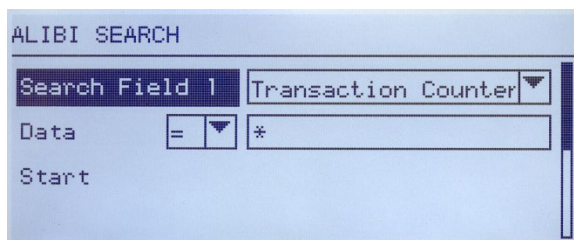

Figura C-1: Pantalla de búsqueda de memoria alibi
2. Aparece la pantalla de búsqueda. La Figura C-1 muestra el campo de búsqueda 1, la primera de dos pantalla de búsqueda de memoria alibi. Observe la barra de desplazamiento a la derecha que indica la disponibilidad de una segunda pantalla. La segunda pantalla contiene el campo de búsqueda 2 y sus campos de datos asociados.